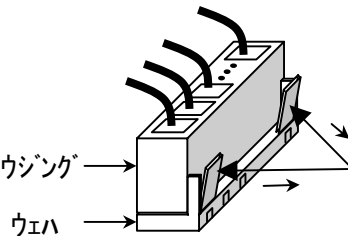
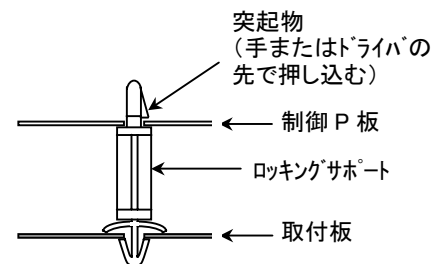
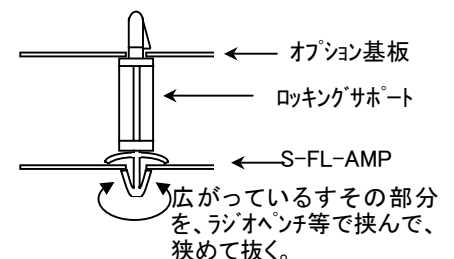

図 I-1
図 I-2
図 I-3
- (1) 制御プリント板上のコネクタを図 I-1 のように取り外して下さい。
- (2) 次に制御プリント板上の端子台の線を取り外して下さい。
- (3) プリント板の端の方から順に、ロッキングサポートのプリント板側の上部突起物を押し込んで下さい。(図 I-2)
- (4) 突起物を押し込んだままプリント板を軽く持ち上げて下さい。
- (5) 残りのロッキングサポートも同様にしてプリント板を取外します。
- (6) C-FL-AMP 上にオプション基板がついている場合には、そのオプション基板も C-FL-AMP から取り外します。オプション基板を取り付けているロッキングサポートも外して下さい。(図 I-3)